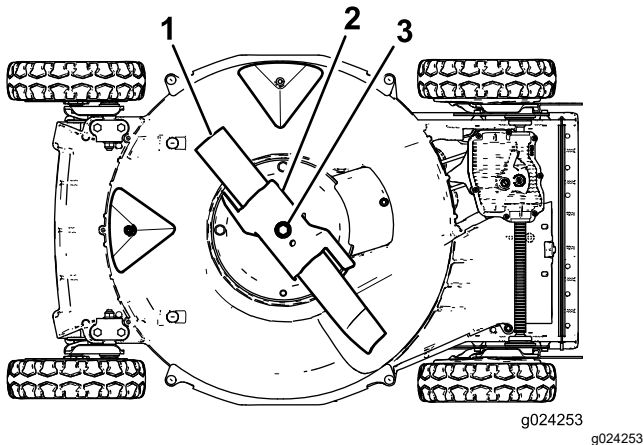

Bild 26
5. Kippen Sie die Maschine auf die **rechte** Seite (Luftfilter nach oben), wie in Bild 26 abgebildet.